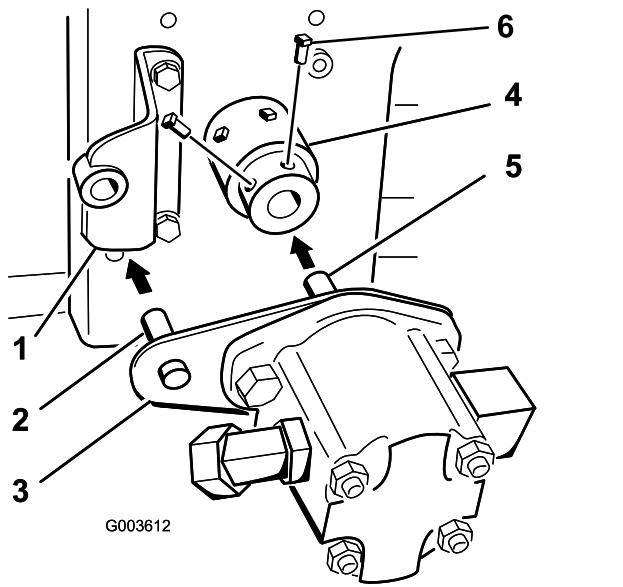

Bild 21
Hinweis: Die Hydraulikpumpenwelle berührt das Ende der Motorzapfwelle (Bild 21).
11. Schmieren Sie die zwei Stellschrauben (5/16" x $\frac{3}{4}$ ") mit entfernbarem Gewindesperrmittel ein und setzen Sie sie in die Nabe ein, um die Hydraulikpumpenwelle zu befestigen (Bild 21).